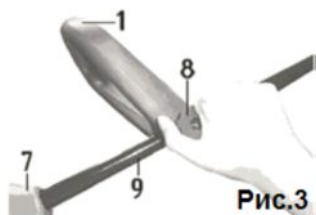

Рис.3
7.1 Установка дополнительной рукоятки (Рис.3)
7.1.4. Перемещая дополнительную рукоятку (1) вверх-вниз по верхней штанге (9), отрегулируйте удобное положение дополнительной рукоятки (1). Рис. 3